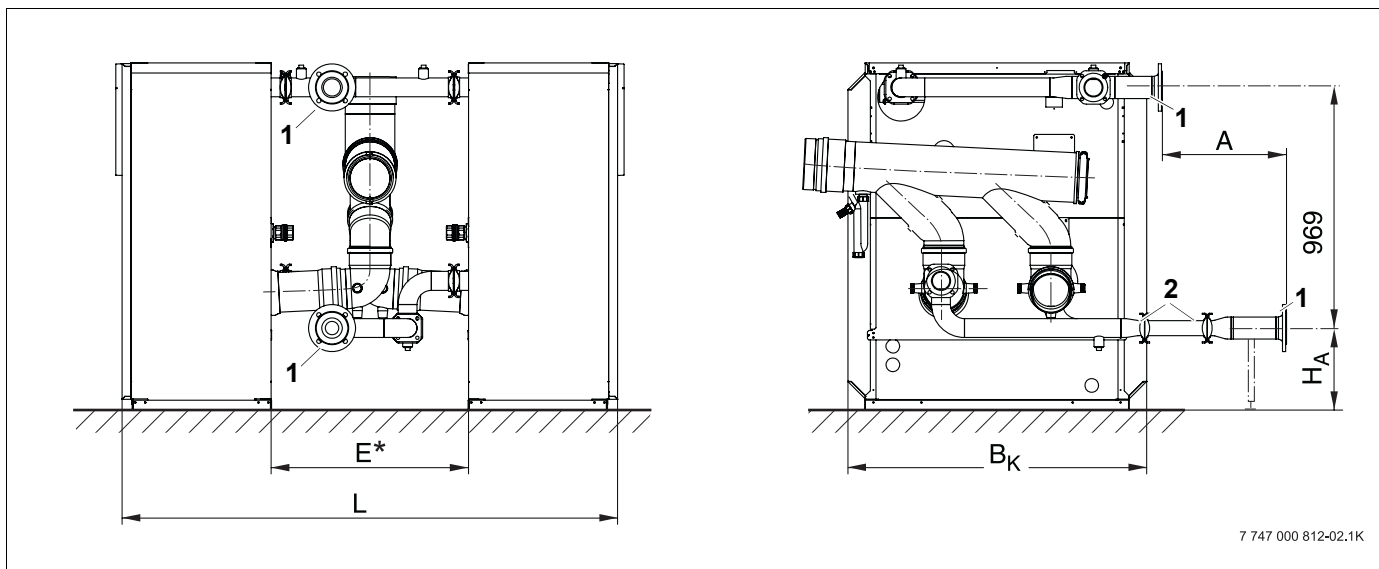

Рис. 2 Размеры каскадного трубного соединения GB312
* См. рис. 2 и таб. 2.
Учтите, что при установке запорных вентилей на подающую VK и обратную RK линии размер E увеличивается (см. E* на рис. 2).
* Размер в скобках нужно выдерживать при монтаже запорных клапанов (приобретаются дополнительно) (см. также рис. 2).